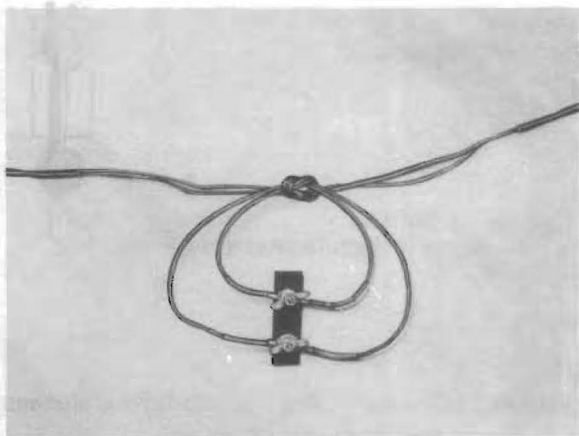

Bild 24.
- Kabelns längd är 100 m. Skarva kablarna med skarvplint FR 47630 om flera kablar måste användas (bild 24).